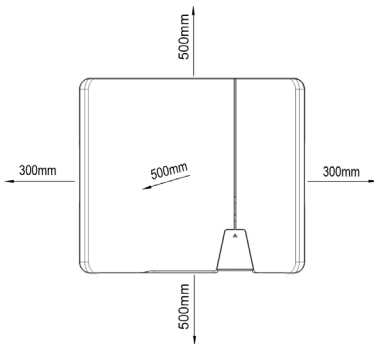

Fig. 3.1: Aparat la instalarea la exterior
**INDICAȚIE:** Distanțele minime dintre două aparate, resp. aparat și acoperiș, resp. podea sunt indicate în desenhul fig. 3.1.